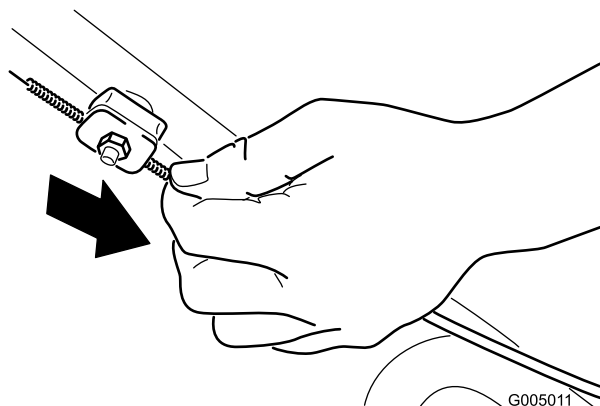

Figura 35
2. Tire hacia abajo de la cubierta del cable (hacia el cortacésped) hasta eliminar la holgura en el cable (Figura 35).